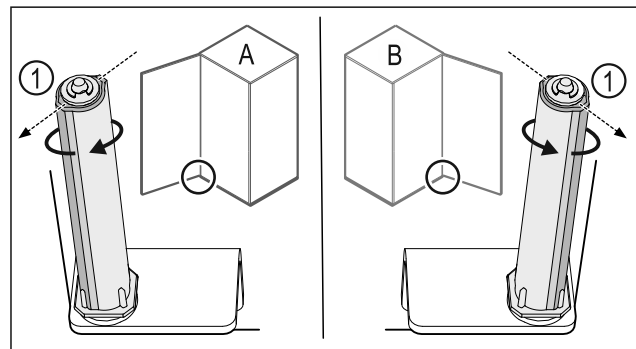

Fig. 53 Butée à gauche (A) / butée à droite (B)
- ▶ Tourner le système de fermeture contre la résistance jusqu'à ce que son arête Fig. 53 (1) pointe vers l'extérieur.